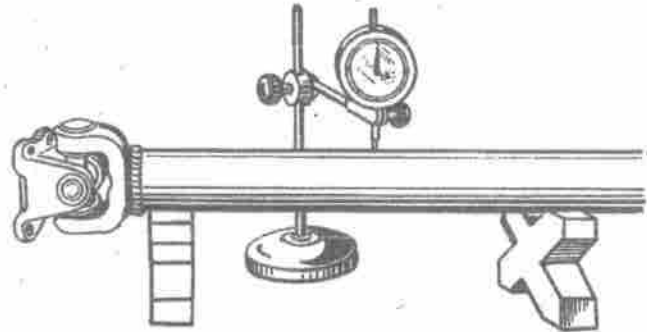

Bild 147. Messen des Rundlauffehlers des Gelenkwellenrohrs
1. Verformte Welle ausrichten oder ersetzen. Der Rundlauffehler der ausgerichteten Welle darf an einem beliebigen Punkt der Länge nach höchstens 0,6 mm betragen. Beim Richten der Welle verwendet man Prismen (Bild 147).